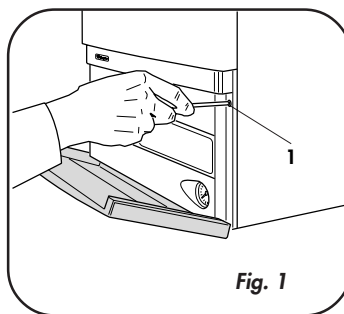

Fig. 1
- Destornillar los dos tornillos de sujeción (1) del tablero de mandos de la caldera (fig. 1)